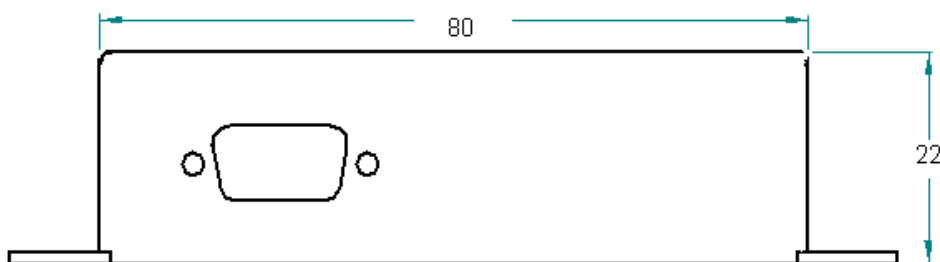
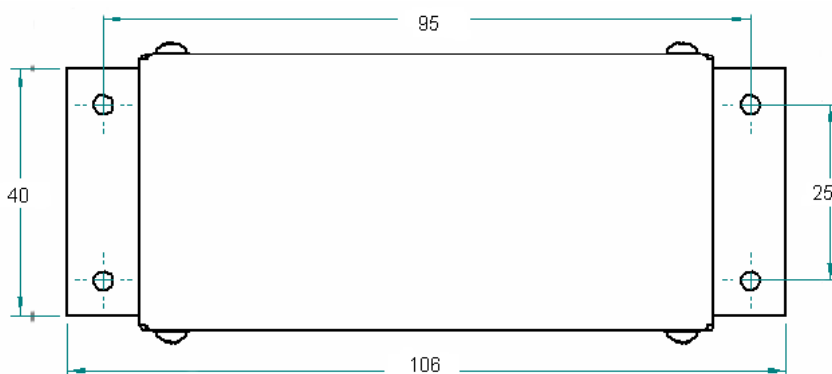
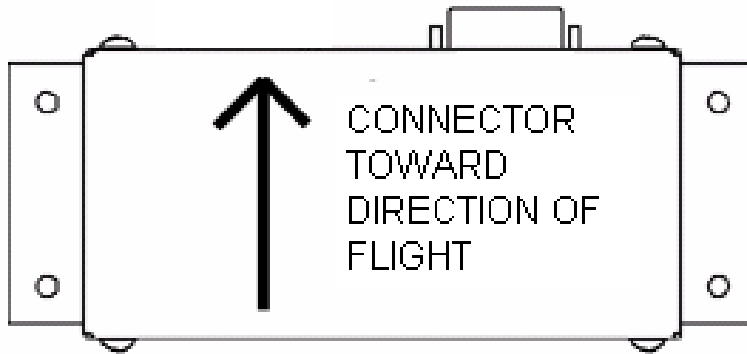

Figura 2
Figura 3
Figura 4
L'individuazione della posizione di fissaggio del modulo IFD EXTENDER è molto critica e ci si deve attenere alle istruzioni sotto elencate (vedi Figura 2, Figura 3, Figura 4).
- Dovrebbe essere montato in parallelo alle ali e il connettore elettrico verso la direzione di volo (Figura 4).